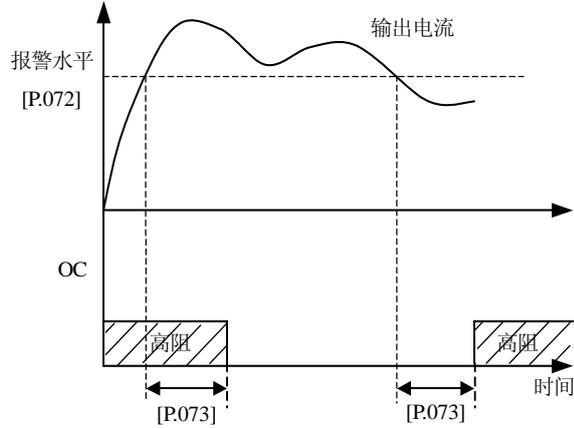

图 4-13 过载报警
- 4: 过载报警 当变频器的输出电流超过过载报警水平时，经过设定的报警延时时间后，输出有效信号（低电平）。当变频器的输出电流低于过载报警水平时，经过同样的延时时间后，输出无效信号（高阻）。见图 4-13
如果输出电流连续超过参数 P. 072 设定的电平, 经过 P. 073 设定的延迟时间后, 开路集电极输出有效信号 (OC1 或 M1、M2 端子, 参阅图 4-13 及参数 P. 063、P. 064、P. 065 的相关说明)。